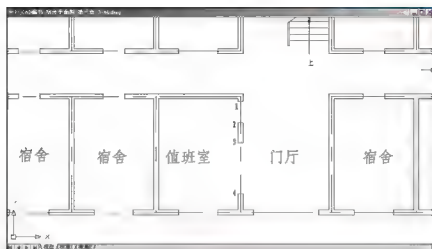

图 3.51 调整视图
- (1) 当前标注样式仍为【标注】样式。
- (2) 将视图调整至如图 3.51 所示的状态。